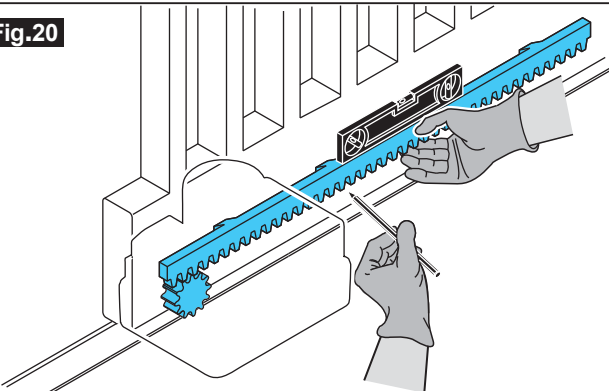

Fig.21
- Retirar la cremallera y realizar las preperforaciones (Fig.21) con el diámetro indicado en la tabla.